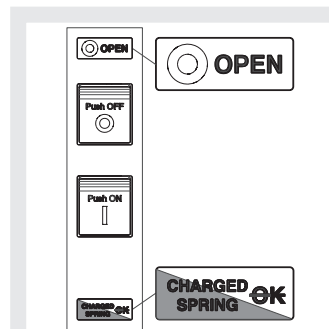

Figure 36
5. Disjoncteur ouvert avec ressorts bandés et pas prêt à la fermeture (voir Figure 36). Cet état se vérifie dans les cas suivants: